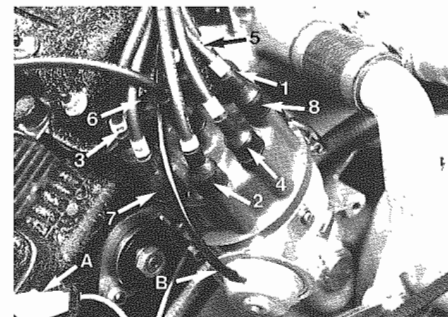

Fig. 4 - A - Cavo del morsetto
- Togliere la calotta spinterogeno (**Fig. 4**).
- Sfilare i cavi d'accensione (**Fig. 4**). Togliere la calotta e montarne una nuova.
- Remove distributor cap (**Fig. 4**).
- Pull ignition cables out (**Fig. 4**). Remove cap and fit a new one.